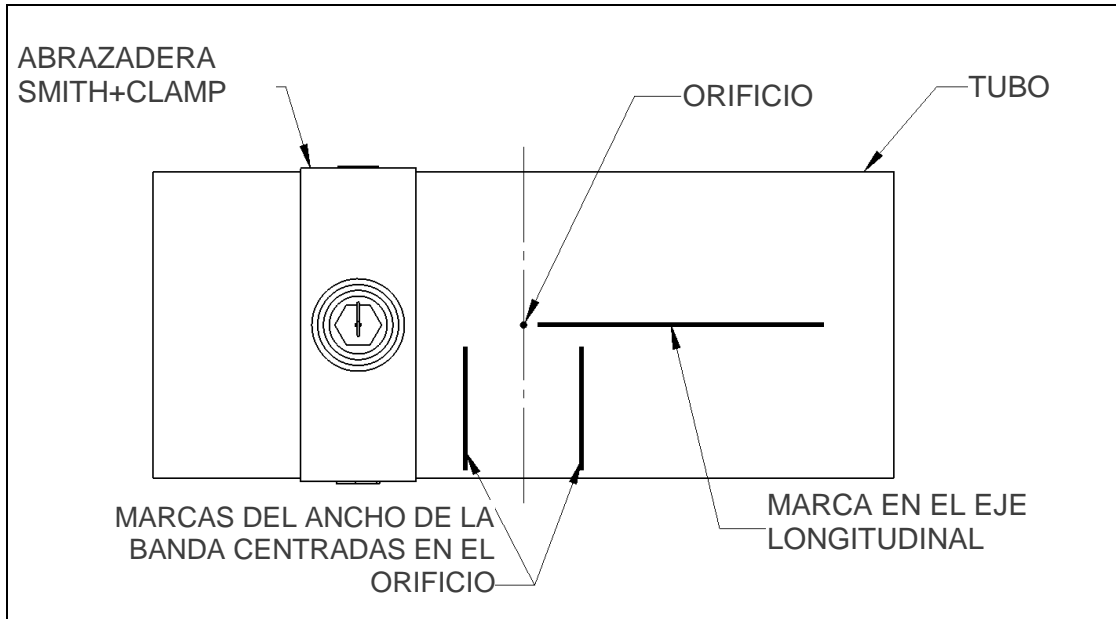

Figura 3
4. Para ayudar a alinear la abrazadera "PLIDCO Smith+Clamp", puede ser útil marcar la ubicación del orificio en relación con el centro del cono de sellado usando una pluma de grasa, como se muestra en la figura 3. Marque una línea horizontal longitudinalmente por el centro del tubo, y 2